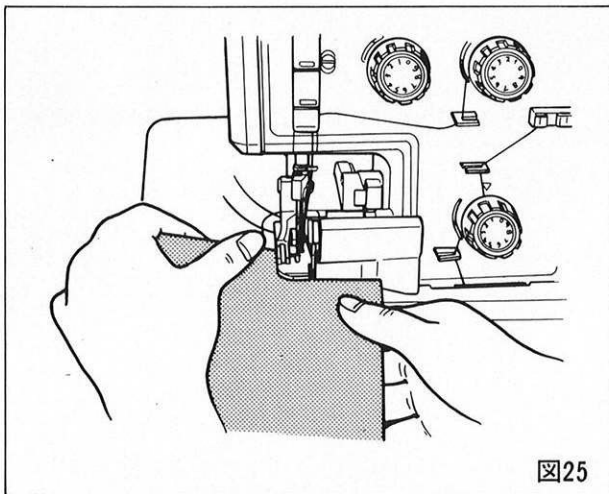

図25
- 押え金を上げて布地をセットし、押え金を下げる。(図25)